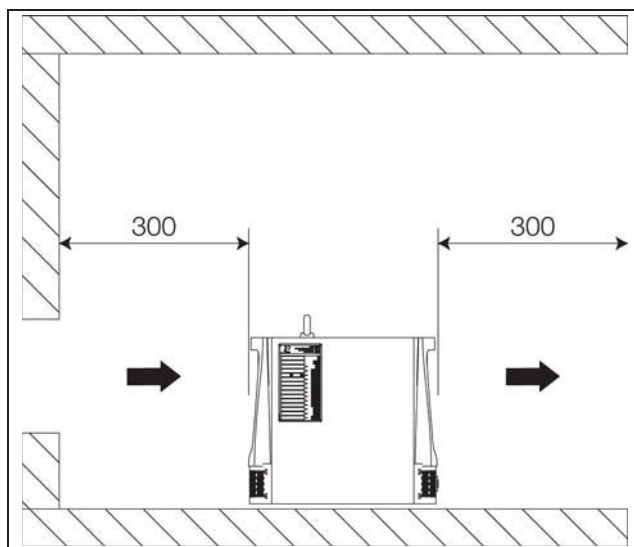

Imagen 38: Distancias mínimas
- Para facilitar las tareas de mantenimiento y reparación deberían mantenerse las distancias mínimas descritas bajo la imagen 38 o la 39.
- Con el fin de evitar un «cortocircuito» (mezcla de aire de entrada y salida) y de garantizar la máxima potencia de refrigeración deben mantenerse las distancias mínimas descritas bajo la imagen 38 o la 39.